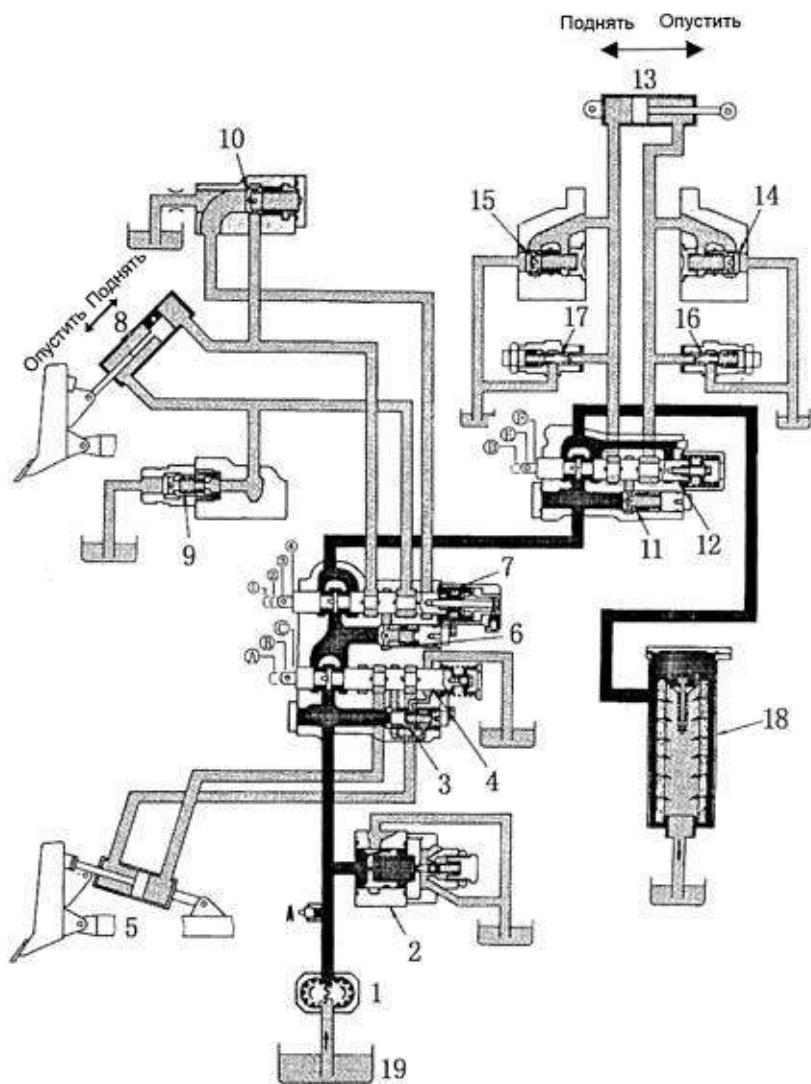

Рис. 5-57. Гидравлическая схема рабочего оборудования бульдозера с прямо наклоняе-
Дроссель (3) (Рис. 5-57) установлен для получения идеальной поступательной скорости цилиндра наклона.